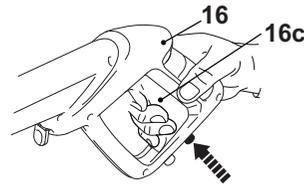

Fig. 25, verrouillage désactivé; la gâchette peut être actionnée
2. Pour utiliser l'appareil, déverrouillez la gâchette en appuyant sur le bouton de désactivation (16d) (Fig. 25).